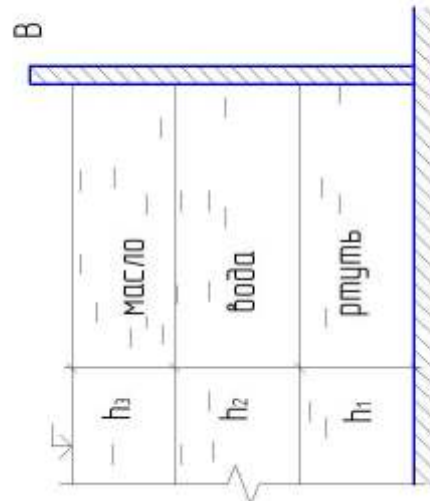

Рис. 10
16. В сосуд налита ртуть, вода и масло (рис.10). Высота слоя ртути $h_1 = 20$ см, воды $h_2 = 80$ см и масла $h_3 = 1$ м. Построить эпюру избыточного давления и найти графоаналитическим методом силу давления на боковую стенку сосуда, если ее ширина $B = 2$ м (на рисунке не показана), а плотность масла $\rho_M = 800$ кг/м³.